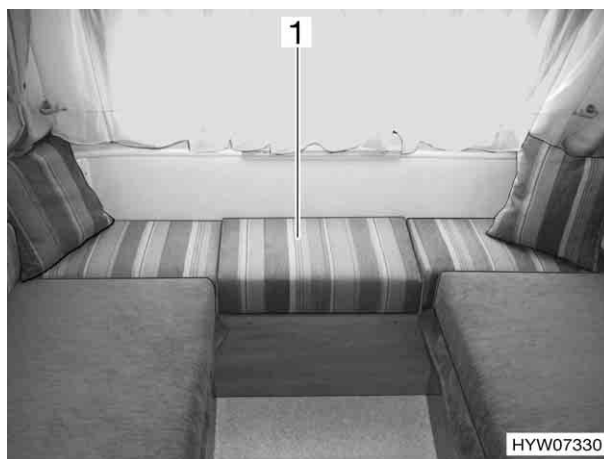

Fig. 31 Dinette dopo l'allungamento
- Inserire il cuscino aggiuntivo (Fig. 31,1).